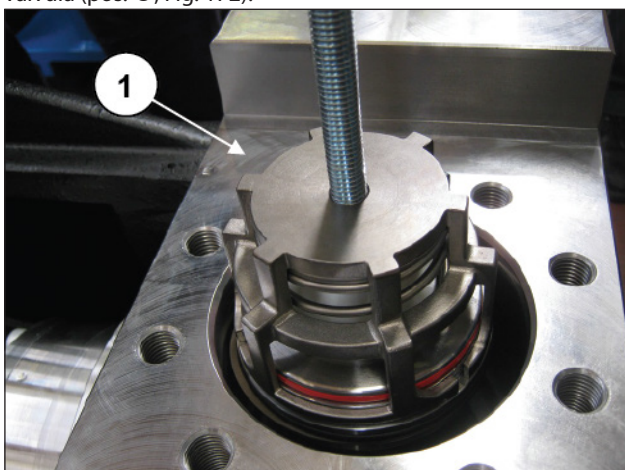

Fig. 172
Extraer el grupo de la válvula de aspiración introduciendo un extractor de percusión en el orificio M12 de la guía de la válvula (pos. ①, Fig. 172).